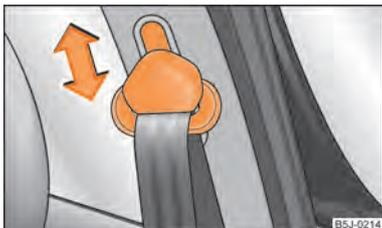

Fig. 95 Asiento delantero: ajuste de la altura del cinturón
- Para el ajuste, presionar el herraje de inversión y desplazarlo hacia arriba o hacia abajo ⇒ fig. 95.